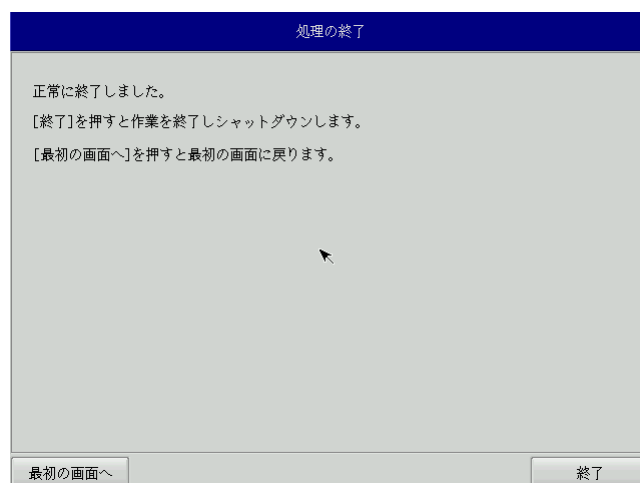

図 5-2-9. 終了画面
- ⑮ 終了画面（図 5-2-9）が表示されるとバックアップファイルの書き込みは完了です。[終了]ボタンを押して電源を落とし、リカバリ USB メモリ、保存メディアを外します。